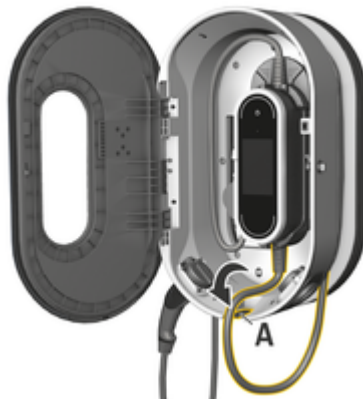

Рис. 151 Вставлення панелі керування
3. Просуньте кабель для автомобіля через отвір А (Рис. 151) і обмотайте його зайву частину навколо док-станції.